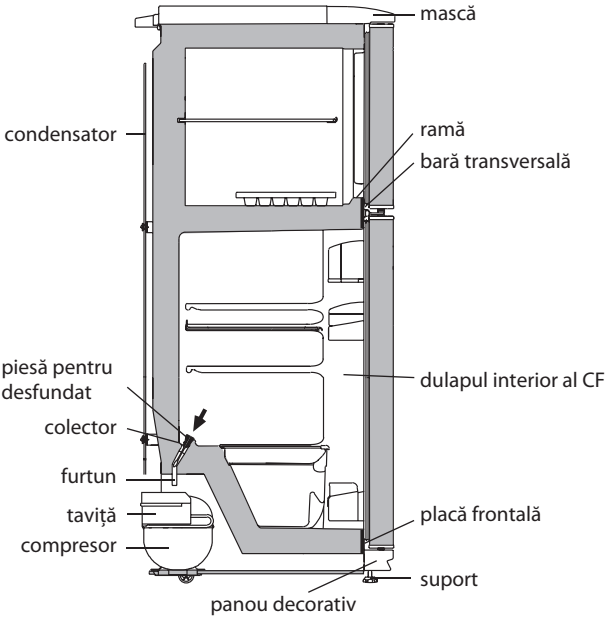

Figura 4 — Schema scurgerii apei provenite din dezghețarea CC
2.2.1 În CF funcționează un sistem automat de dezghețare. Bruma, care apare pe pereții din spate a CF, după deconectarea compresorului care lucrează în ciclu, se topește și se transformă în picături de apă. Picăturile de apă provenită din dezghețare se scurg în colector, apoi prin gaura acestuia și prin furtun - în taviță de pe compresor, în conformitate cu figura 4 și se evaporă.
Prezența apei în colector indică înfundarea sistemului de drenaj. Pentru eliminarea înfundării folosiți piesa corespunzătoare și curățați gaura colectorului, astfel ca apa să se scurgă liber în taviță, apoi spălați piesa și instalați-o în conformitate cu figura 4.
SE INTERZICE să exploatați frigiderul cu sistemul de scurgere înfundat. Apa care a apărut pe fundul CF sau care a ajuns în locul de alăturare a barei transversale și a dulapului interior al CF, în conformitate cu figura 4, poate provoca coroziunea dulapului exterior al frigiderului și elementelor agregatului
ATENȚIE! Nu permiteți scurgerea apei provenite din dezgheț din CC la decongelarea și curățarea acestuia, deoarece ea, pătrunzând în locul de alăturare a barei transversale și a ramei CC, în conformitate cu figura 4, poate provoca coroziunea dulapului exterior al frigiderului și a elementelor agregatului frigorific, defectarea izolației termice, formarea crăpăturilor ramei și defecțiunea dulapului frigiderului.